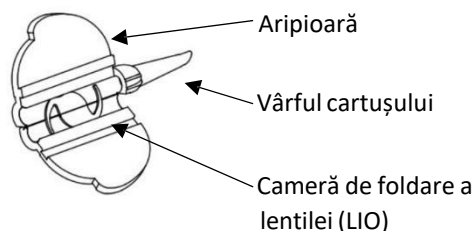

Fig. 1
6. Țineți deschise aripioarele cartușului, centrați lentila și apăsați ușor cu penseta pe lentilă pentru a vă asigura că marginile opticii sunt sub marginile șanțurilor camerei de foldare, precum în Fig. 1.